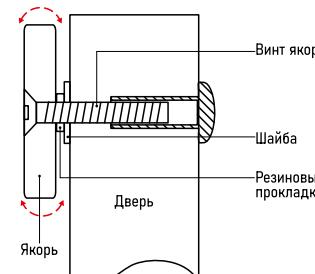

Рис. 8 Установка якоря на дверь
- С помощью молотка вбейте штифты в специальные отверстия якоря, как показано на рисунке 7. Установите якорь на дверь в соответствии с выбранным способом установки. Резиновые прокладки предназначены для небольшого хода якоря и должны быть установлены между ним и металлической шайбой. См. рис. 8.